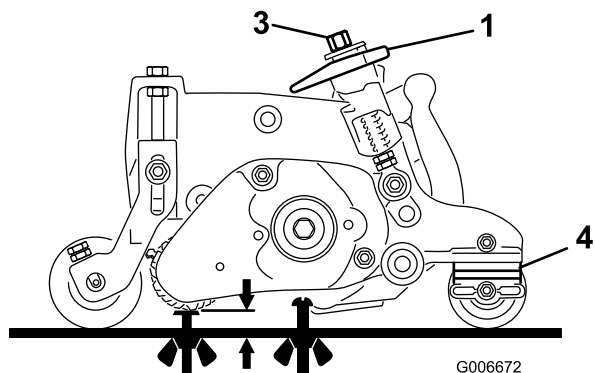

Figura 46
1. Verificate che l'elemento grooming sia impostato all'altezza di grooming desiderata (HOG) (Figura 46).